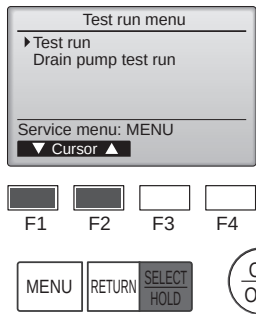

Fig. 7-4
- 4 Seleccione "Test run" (Modo prueba) con el botón [F1] o [F2], y pulse el botón [SELECT/HOLD]. (Fig. 7-4)